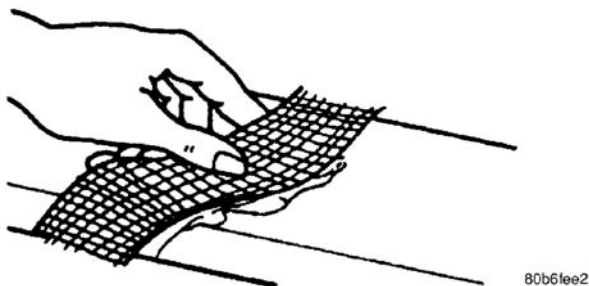

图 5 玻璃纤维带
• 对于柔性板和刚性板的维修基本相同。维修柔性板和刚性板之间的主要不同处在于所使用的粘接剂材料（图 5）。